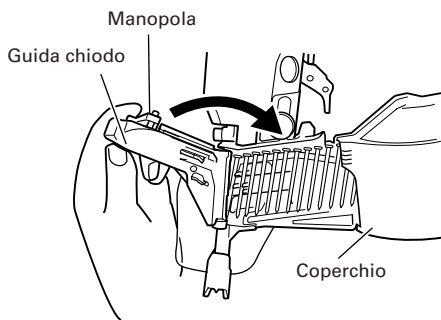

Fig. 6
- (3) Guida chiodo vicino. Dopo essersi assicurati che il coperchio sia chiuso, agganciare il dito alla guida chiodo e alla manopola e, spingendo la manopola in basso, girare la guida chiodo in senso orario per chiuderla completamente. (Fig. 6)